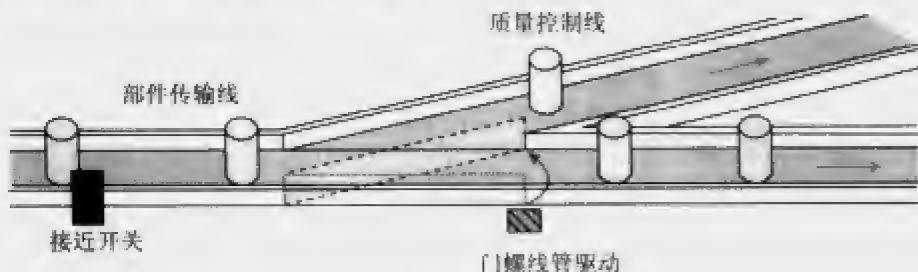

图 8-39
8. 根据图 8-39 所示的过程编写程序。加计数器作为编程中的一部分, 其作用是在质量控制中对自动分类的零件进行批量计数。为了控制质量或以检查为目的, 每通过 1000 个零件后, 将会有 1 个零件从另一通道分离出去。流程的操作如下: